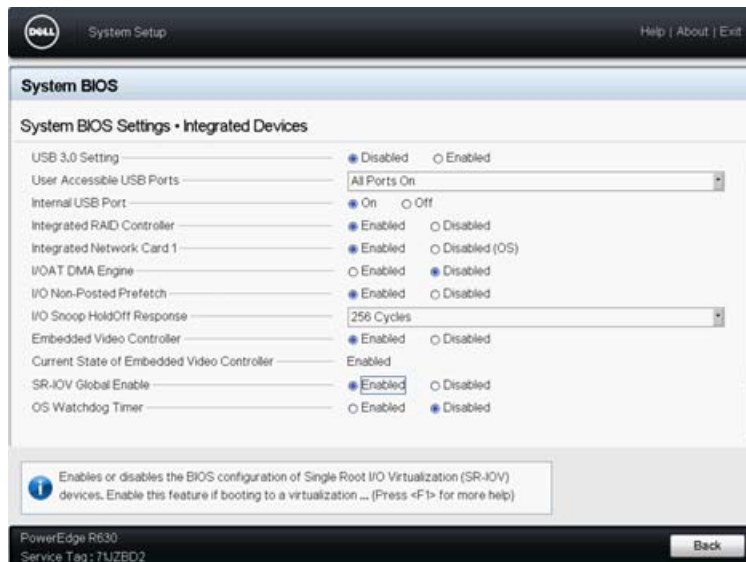

Figure 8-1. Configuration système pour SR-IOV : Périphériques intégrés
3. Sur la page Périphériques intégrés (Figure 8-1) :
3. Sur la page Périphériques intégrés du système (voir Figure 8-1 à la page 98) :